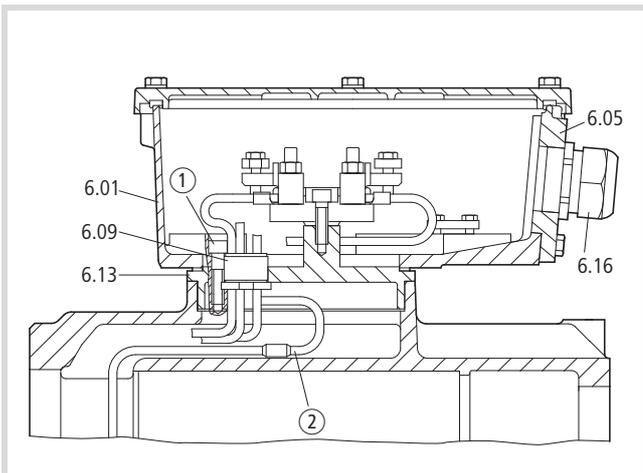

Abbildung 14: Klemmenkasten von der Durchführungsplatte nehmen
- ▶ Lösen Sie die Befestigungsschrauben ① (→ Abb. 14).
Zum Abklemmen der Statorwicklung bei Motoren mit vergossenen Aderdurchführungen gehen Sie wie folgt vor (→ Abb. 14):